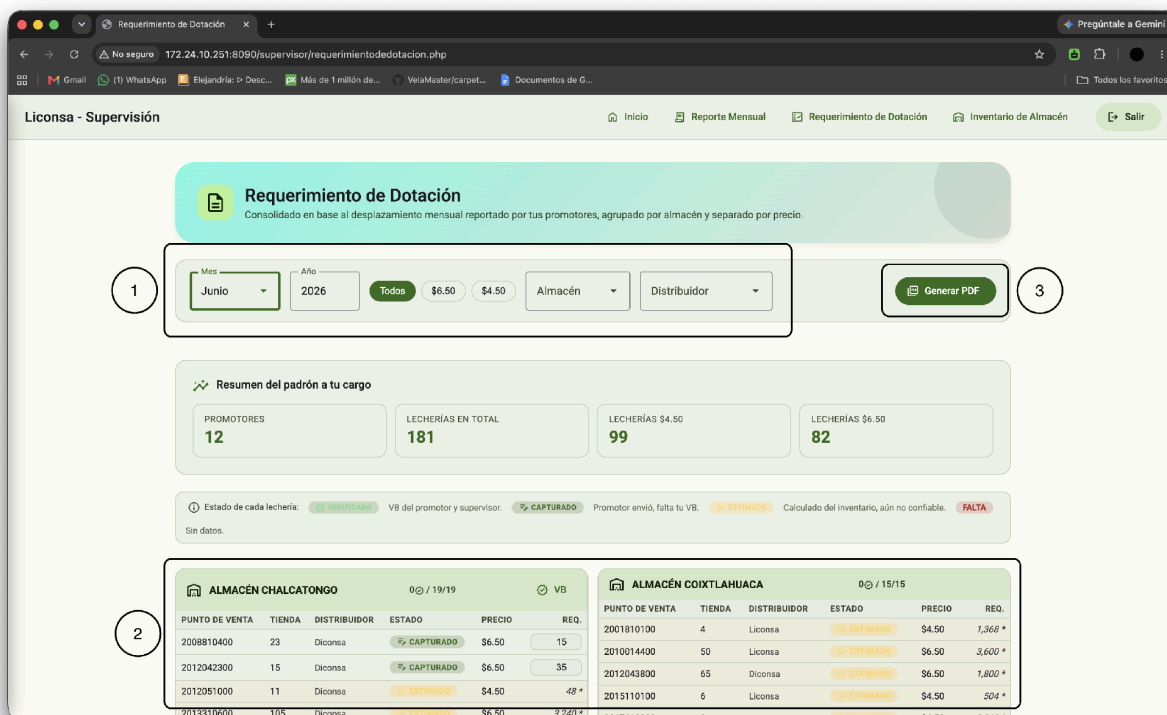

Figura 2.4 — Requerimiento de dotación
- Requerimiento de dotación: Lo dirigirá a la pantalla para revisar los requerimientos de abasto. *Figura 2.4*